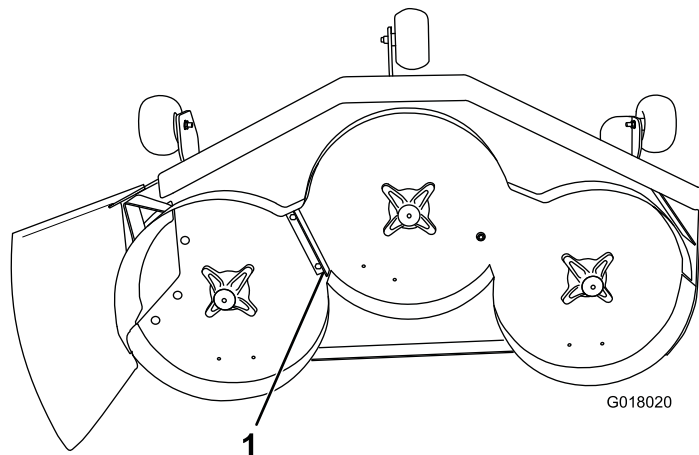

Figure 4
15. Posez le support du Recycler avec 2 vis autotaraudeuses (5/16 x 3/4") à l'emplacement illustré à la Figure 4.